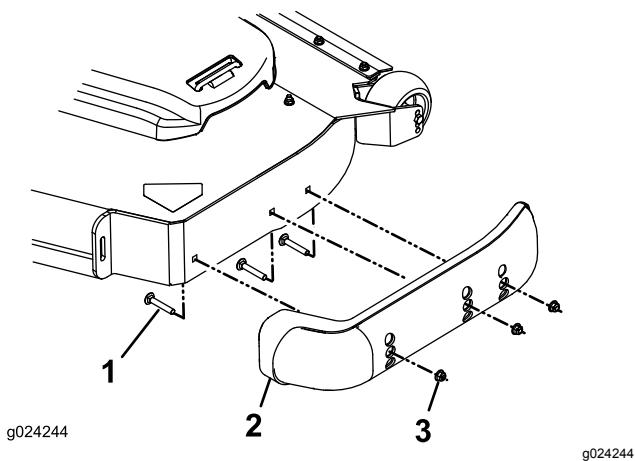

Bild 37
3. Nehmen Sie die Schlossschrauben und Muttern von jeder Kufe ab (Bild 37).